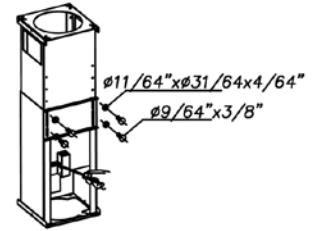
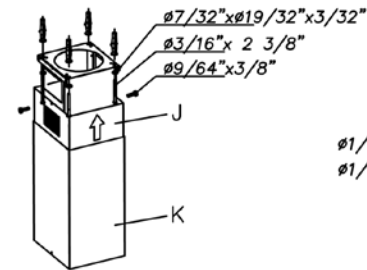

Fig. 3
Fig. 4
• **Limpieza del filtro de grasa:** En virtud del uso y como mínimo cada mes, los filtros de grasa deberán ser desmontados (Fig. 3) y (Fig. 4) y lavados en lavavajillas o en agua caliente y detergente. En el caso de utilizar lavavajillas, es recomendable colocarlos en posición vertical para evitar que los restos de comida se depositen sobre el mismo. Después de haberlos enjuagado y secado colocar-los nuevamente en su lugar, actuando de forma inversa al desmontarlos.
• Régler la longueur de la structure télescopique et fixer les deux pièces avec 8 vis et des rondelles. Tenir compte du fait que la distance minimale entre le plan de travail et la base de la hotte ne doit pas être inférieure à 22" (Fig. 3).
• Fixer la structure télescopique, une fois réglée, au plafond au moyen de 4 vis et de rondelles (Fig. 4).
• Introduire le tube J avec la grille dans la partie supérieure et le fixer à structure télescopique au moyen de 2 vis (Fig. 4).
1. Étendre trois câbles – deux câbles d'alimentation et un câble de terre – du boîtier de branchements de la hotte jusqu'au boîtier de branchements la plus proche du lieu de l'installation. Voir Fig. 3
• **Remplacement de la lampe:** Avant de remplacer la lampe, vérifier que la hotte ne soit pas branchée. Enlever le filtre à graisse (Fig. 3) et (Fig. 4), retirer la lampe et la remplacer par une lampe ovale de 40W, puissance maximale. Remettre le filtre à graisse.
• **Nettoyage du filtre à graisse:** En fonction de l'usage au moins une fois par mois, démonter les filtres à graisse (Fig. 3) et (Fig. 4), et nettoyer à l'eau chaude et du détergent, ou utilisant le lave-vaisselle, auquel cas, il est recommandé de les placer en position verticale pour éviter le dépôt de déchets alimentaires. Après les avoir rincés et essuyés, les remettre en place en suivant les instructions de démontage à rebours.